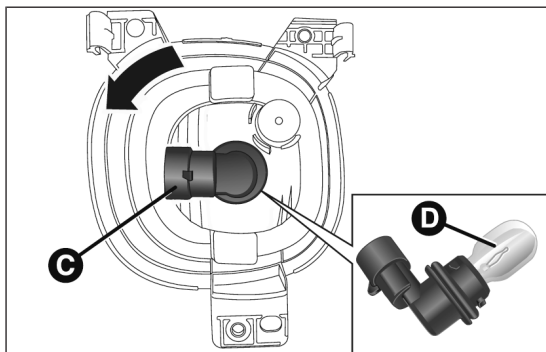

fig. 189
- débrancher le connecteur électrique et tourner la douille C fig. 189 dans le sens antihoraire ;